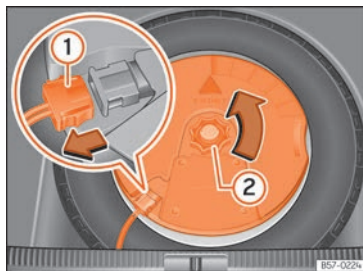

Fig. 193 Al maleter: desmuntar el subwoofer.
- Desconnecteu el cable de l'altaveu subwoofer »» **fig. 193 ①**.
- Gireu la rodeta de fixació en sentit contrari a les agulles del rellotge »» **fig. 193 ②**.